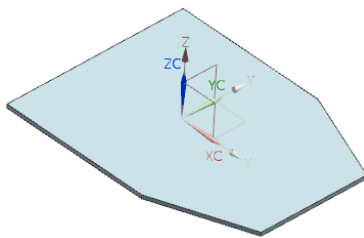

图 7-13 突出块特征
(3) 在“突出块”对话框中单击按钮, 如图 7-13 所示。